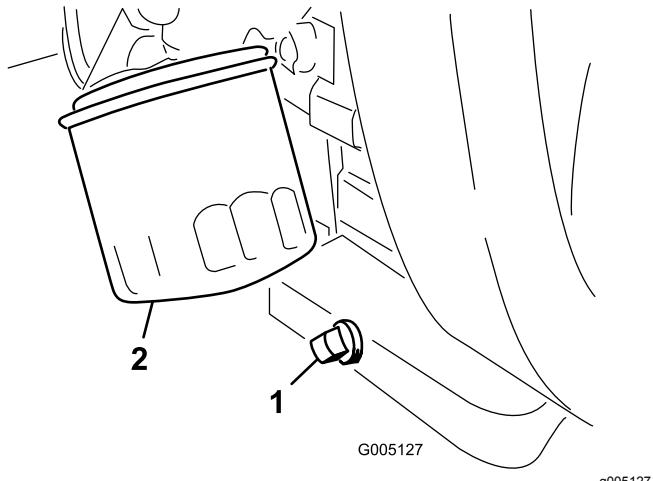

图28
- 拆下排油塞 图28 让油流入放油盘。油不再流时安装排油塞。
2. 拆下机油滤芯 图28。